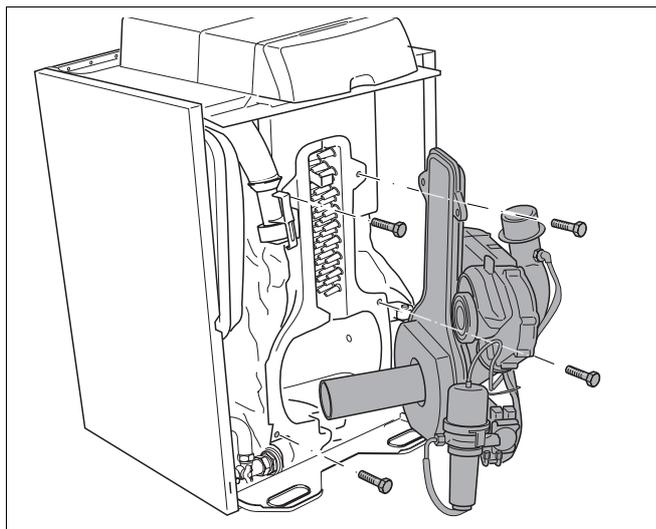
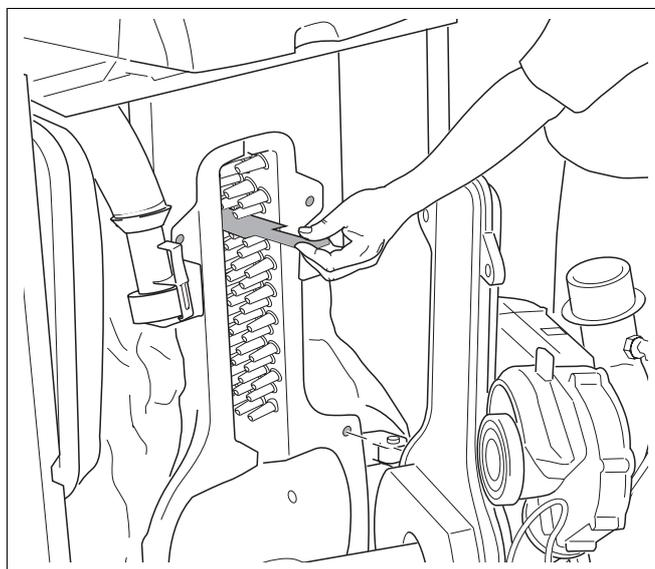

Fig. 67 Apertura della porta del bruciatore
Fig. 69 Estrarre i turbolatori
- Rimuovere le viti a testa esagonale della porta del bruciatore e aprire quest'ultima (fig. 67).
- Rimuovere eventualmente le viti a testa esagonale della porta del bruciatore ed aprirla (fig. 67, pagina 75).
- Rimuovere i turbolatori ed eventualmente effettuare la pulizia (fig. 69).
- Aprire la porta del bruciatore (fig. 67, pagina 75), estrarre i turbolatori (fig. 69, pagina 76) ed effettuare la pulizia.